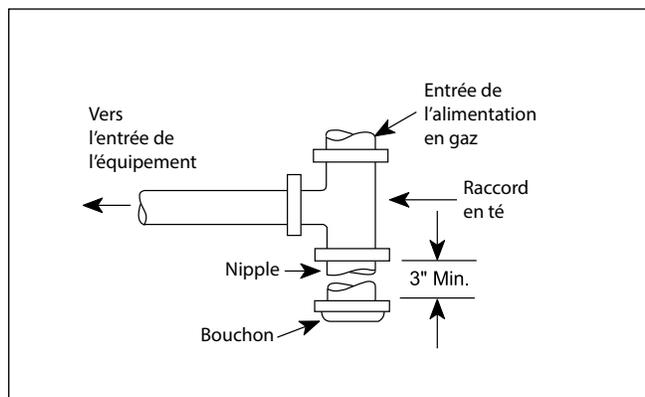

Figure 5. Installation d'un piège à sédiments sur raccord en T.
3. Il faut disposer un purgeur (collecteur de condensats) en amont des commandes de gaz (voir Figure 5). Là où le code l'exige, prévoyez un second robinet manuel de sectionnement du gaz. Ne retirez pas la vanne manuelle fournie avec le chauffe-eau.